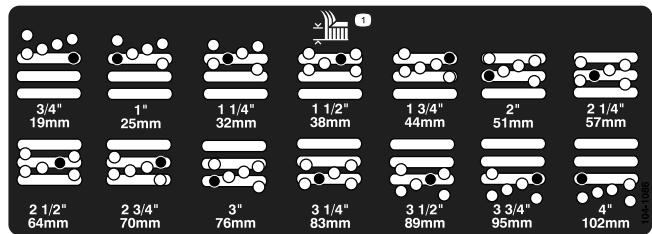

Figura 16
5. Mova a câmara para a altura de corte desejada e instale o espáçador no orifício e ranhura da altura de corte designada (Figura 16).